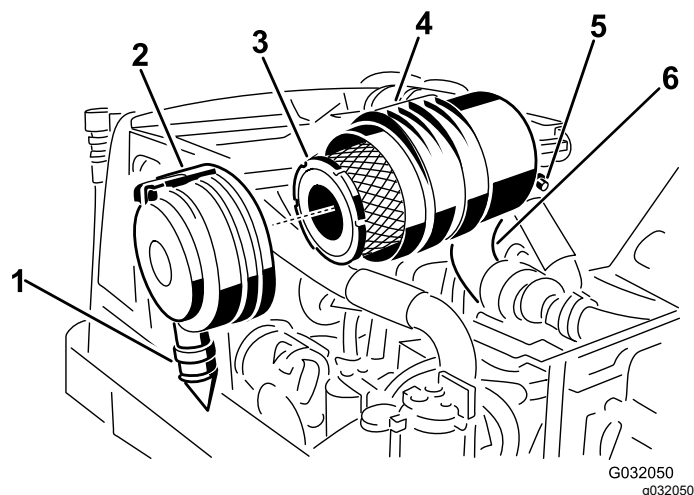

Figura 47
2. Togliete il filtro primario dell'olio (Figura 47).
3. Sostituire il filtro primario dell'olio (Figura 47).
ore 5 e le ore 7 vista dall'estremità e fissate il fermo (Figura 47).